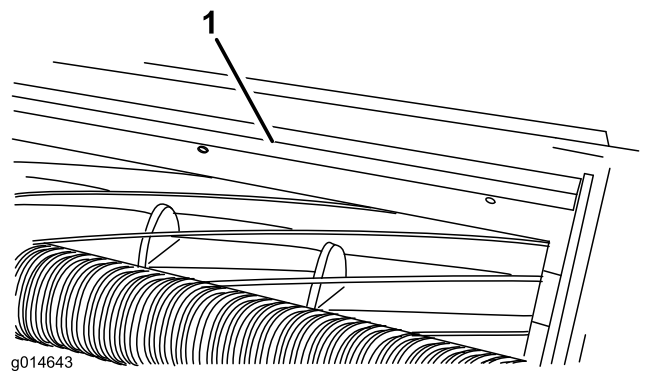

Figura 20
1. Afloje los pernos que fijan la barra superior (Figura 20) a la unidad de corte.